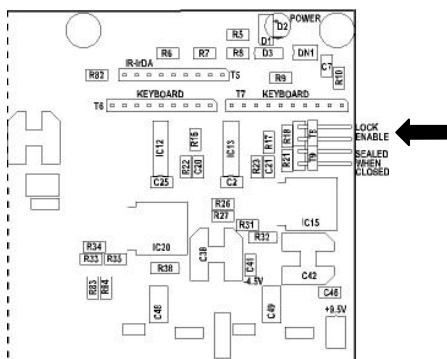

Рис. 14. Часть платы M2200: Положение переключки Lock enable.
- 2 Аккуратно поднять крышку Контроллера M2200, пока Вы не увидите на плате переключку, маркированную “Lock enable” (см. Рис. 14). Удалить переключку.